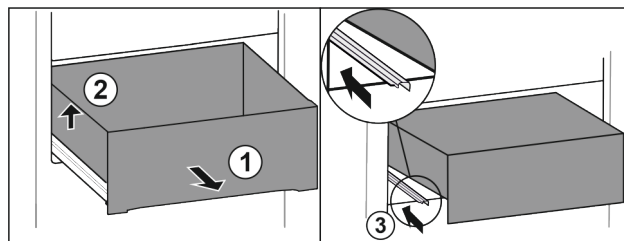

Fig. 71
- Trekk ut skuffen til anslag. Fig. 71 (1)
- Løft skuffen til venstre. Fig. 71 (2)
- Skyv inn venstre skinne. Fig. 71 (3)